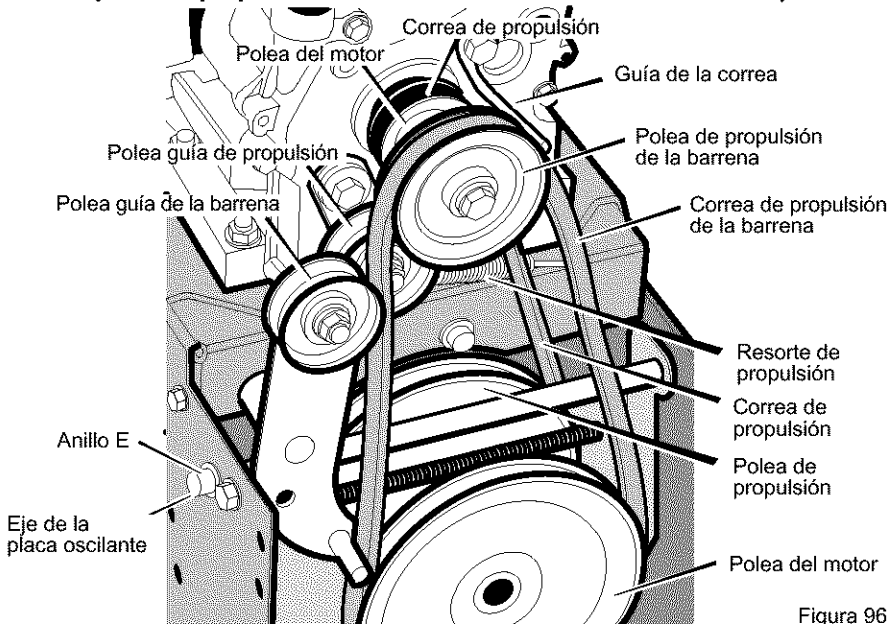

Figura 96
3. Afloje la tuerca de la polea guía de la barrena y mueva esta última hacia la correa un octavo de pulgada aproximadamente (3 mm) (Figura 96).
- Afloje la **guía de la correa**. Separe la **guía de la polea de propulsión de la barrena** (Figura 96).
3. Quite el **anillo E** de uno de los extremos del **eje de la placa oscilante**. Quite este **eje** para que la placa oscilante gire hacia adelante (Figura 96).